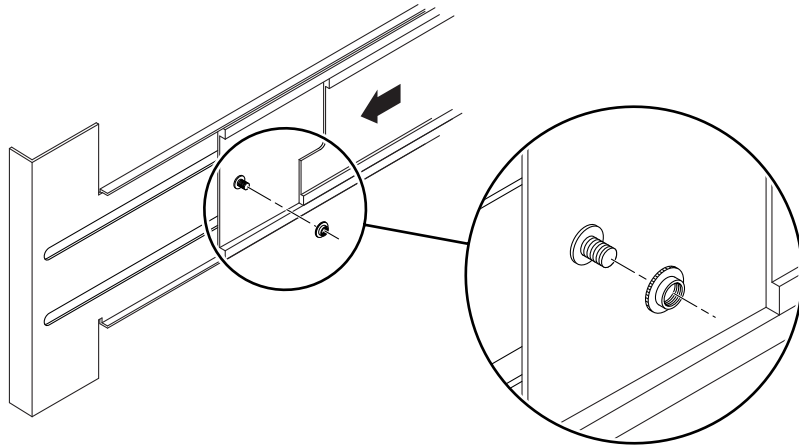

图 1-13 插入和拧紧滑轨锁垫
3. 在系统背面，将 Sun 提供的锁垫插入锁定螺栓并拧紧（图 1-13）。